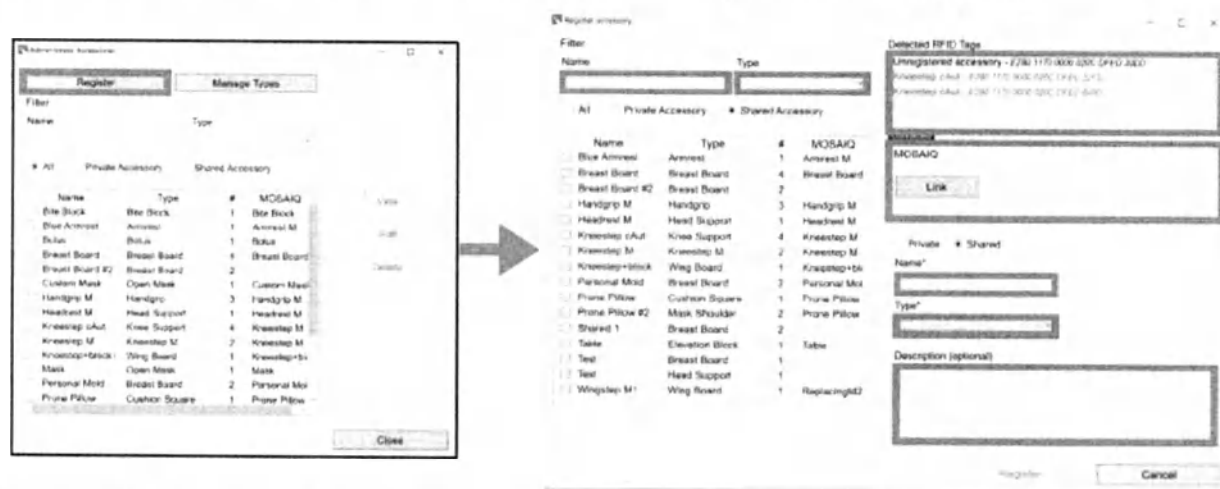

Рисунок 9. Диалоговое окно **Register accessory** («Регистрация принадлежности»).
2. В диалоговом окне **Administrative Accessories** («Управление принадлежностями») (рисунок 7) нажмите **Register** («Зарегистрировать»). Откроется диалоговое окно **Register accessory** («Регистрация принадлежности») (рисунок 9).